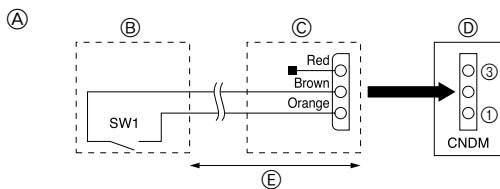

Fig. 9-1
④ Tryck på **TEST**-knappen i 3 sekunder eller mer eller tryck på **ON/OFF**-knappen om du vill avbryta detektering av köldmedelsläckage (inledande körning).
9.1. Lägsta ljud-nivå (ändring på plats) (Fig. 9-1)